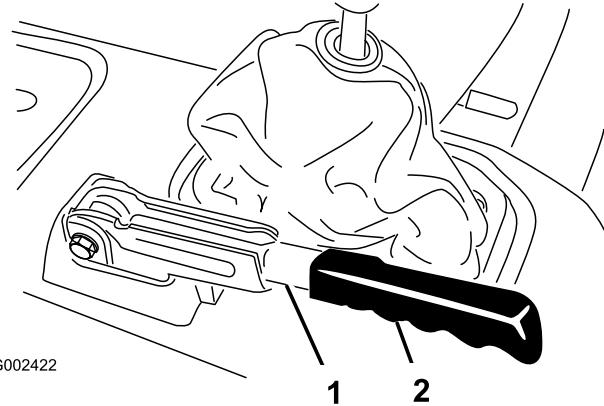

Bild 67
1. Nehmen Sie den Gummigriff vom Feststellbremshebel ab (Bild 67).